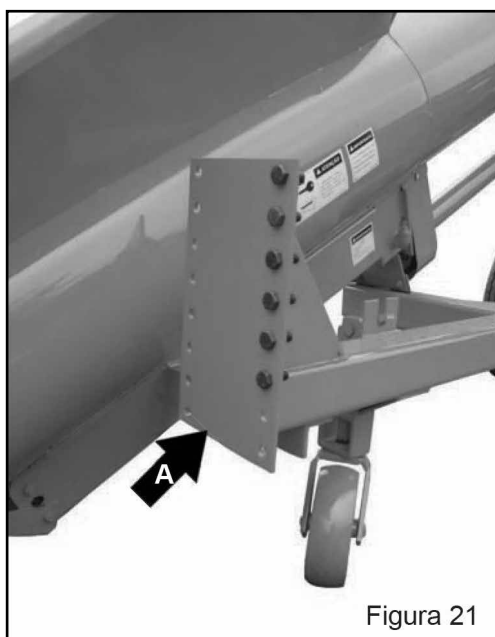

Figura 21
f) Na frente do chassi possui um posicionador “A” (Figura 21) com vários furos, permitindo desta maneira que a longarina de regulagem e o prolongador sejam montados de acordo com o modelo do trator. O posicionador possui ainda a função de regulagem da altura do bico coletor.